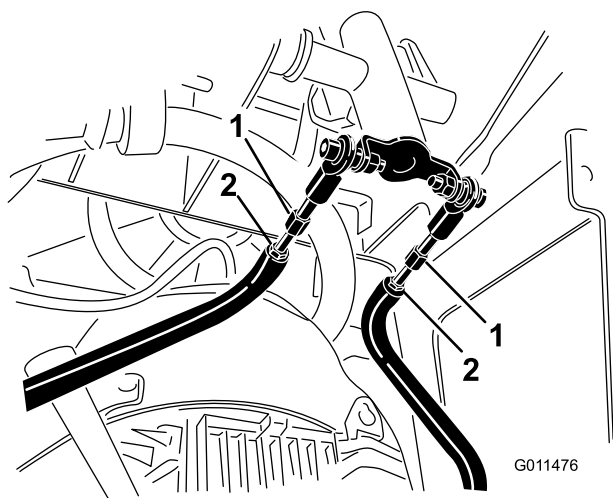

Figure 53
- D. Desserrez les écrous de blocage sur les tiges de déplacement, sous le panneau de commande (Figure 53).